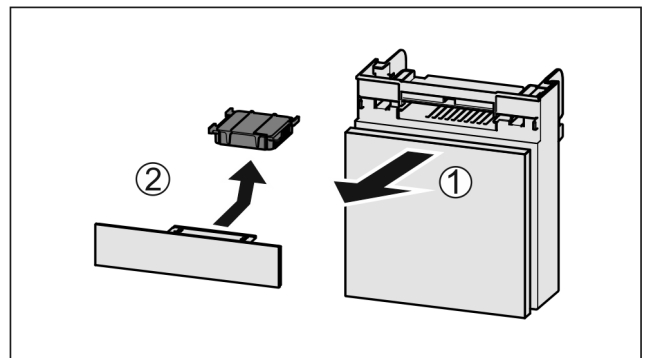

Fig. 34
- ▶ Retire el compartimiento hacia delante Fig. 34 (1).
- ▶ Retire el filtro de carbón activo Fig. 34 (2).